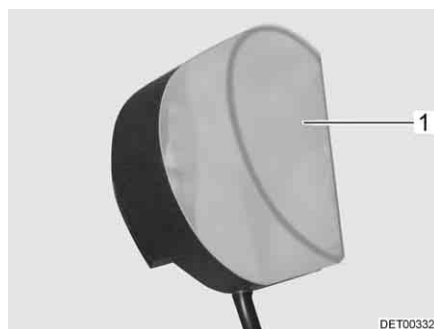

Bild 241 Kleiderschrankleuchte
- Leuchtenabdeckung (Bild 241,1) leicht zusammendrücken und abnehmen.